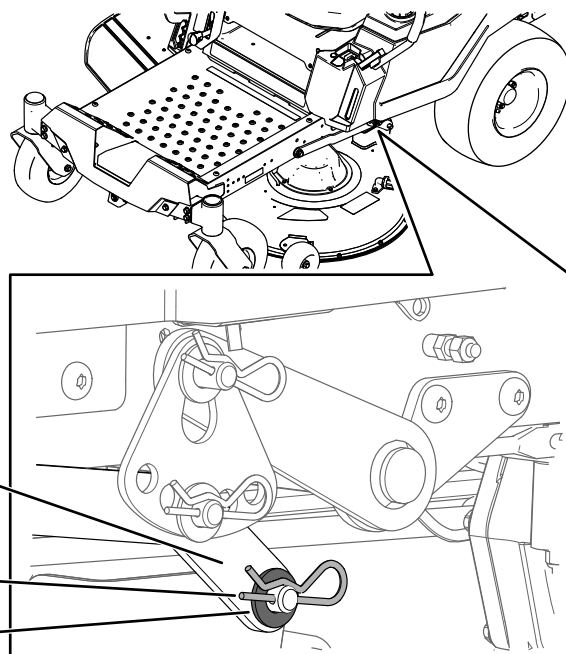

Figura 74
7. Pe o parte a mainii, îndepărtați aiba i tiftul în formă de agrafă de la tiftul punii (Figura 74).
8. Îndepărtați braul de ridicare de la tiftul punii (Figura 74).
5. Pe o latură a mainii, ridicați partea din spate a punii mainii de tuns iarba i montați braul de ridicare la tiftul punii (Figura 74).
6. Montați braul de ridicare utilizând aiba i tiftul în formă de agrafă (Figura 74).